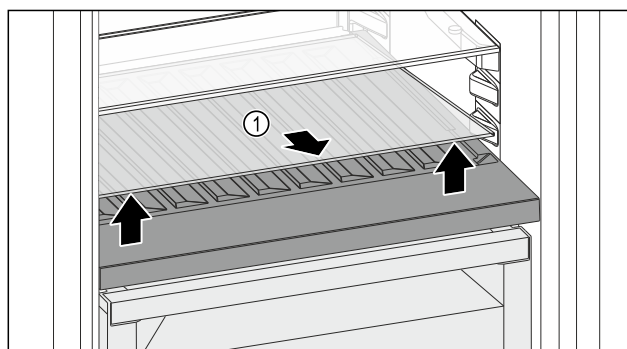

Fig. 147
- ▶ Løft glaspladen Fig. 147 (1) i udsparringen foran, og tag den ud.
- ▶ Opbevar glaspladen Fig. 147 (1) forsvarligt uden for enheden.
- ▶ Indlæg glaspladen (2) lige under den variable flaskehylde.